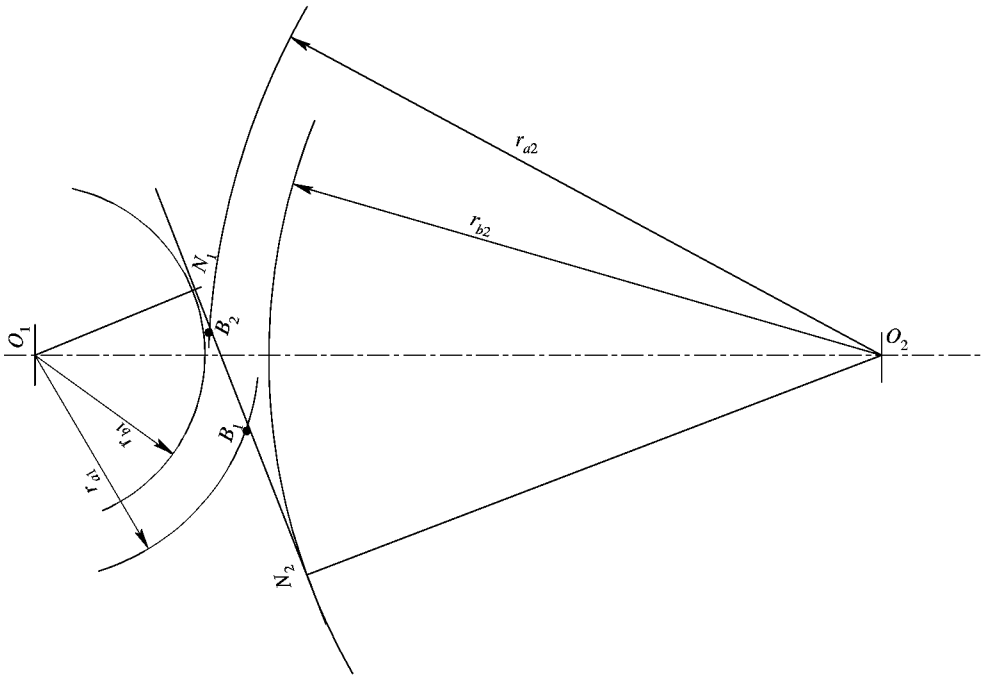

图 1.9
① 用图解法求实际啮合线 $B_1 B_2$ ，其具体作法如图 1.9 所示。